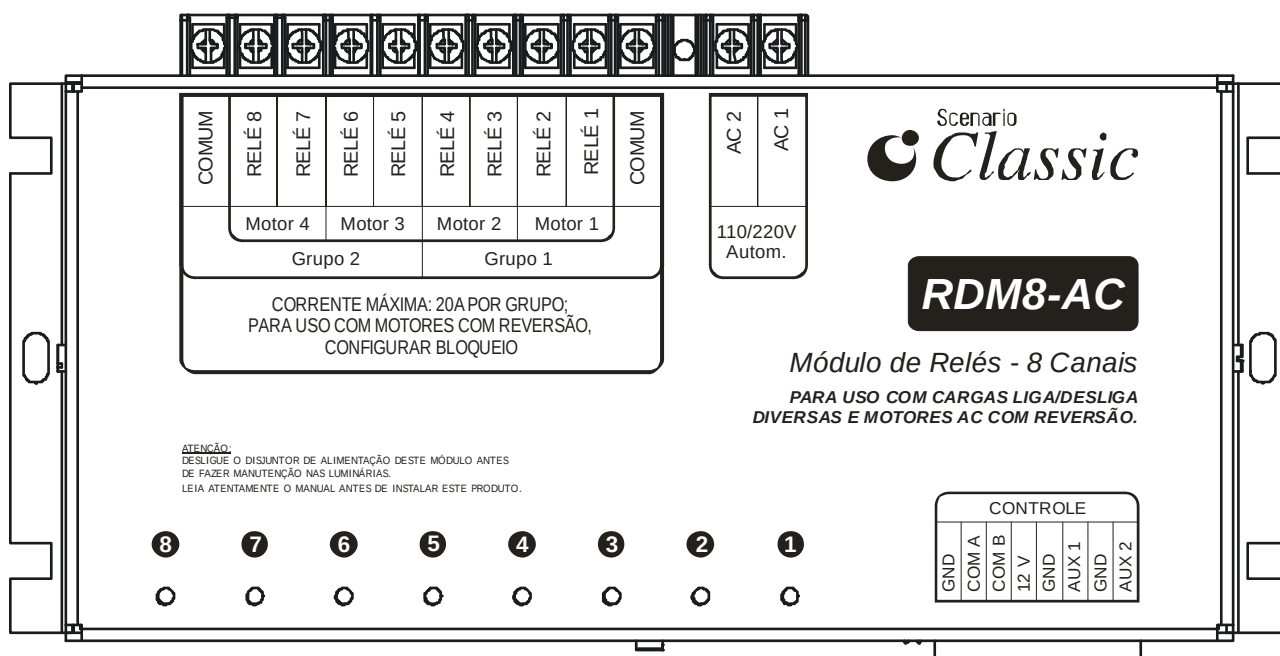

Figura 13 – Módulo de Controle RDM8-AC
A Figura 13 mostra um módulo RDM8-AC, onde são conectadas as cargas controladas. Na parte de cima pode-se notar os conectores de ligação com a rede elétrica e com as cargas. Estes conectores serão vistos com mais detalhes à frente, para cada voltagem em separado (item 2.4 - Esquemas de ligação na rede elétrica). Na parte de baixo, há os conectores para ligação com os teclados (visto a seguir) e outros módulos RDM/SDM/MDM.